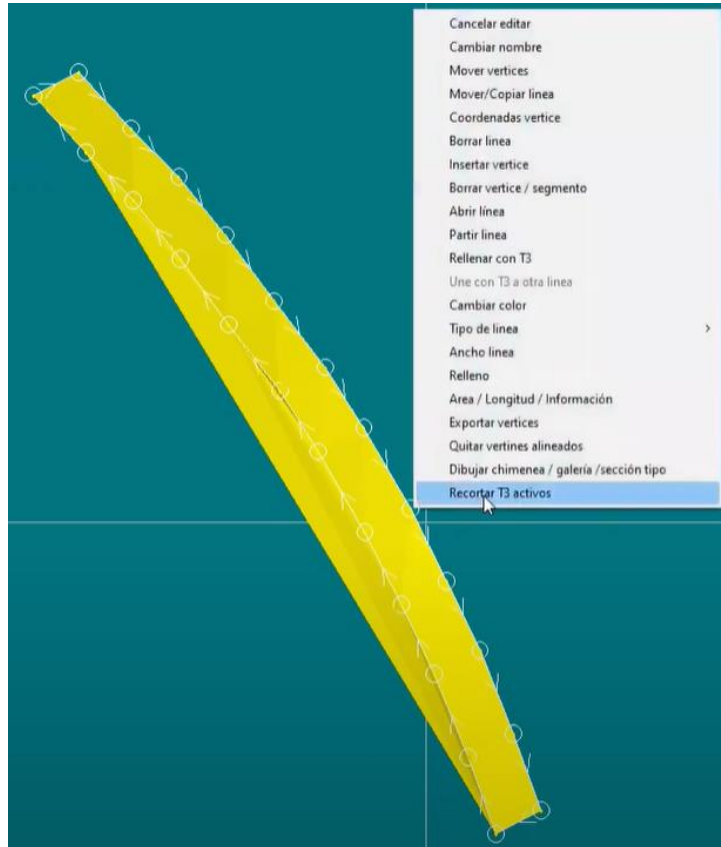

Figura 474. Recortar T3.
40. Para depurar los límites del enmallado, dar clic en cualquier vértice y seleccionar la opción “Recortar T3 activos”. Figura 474.